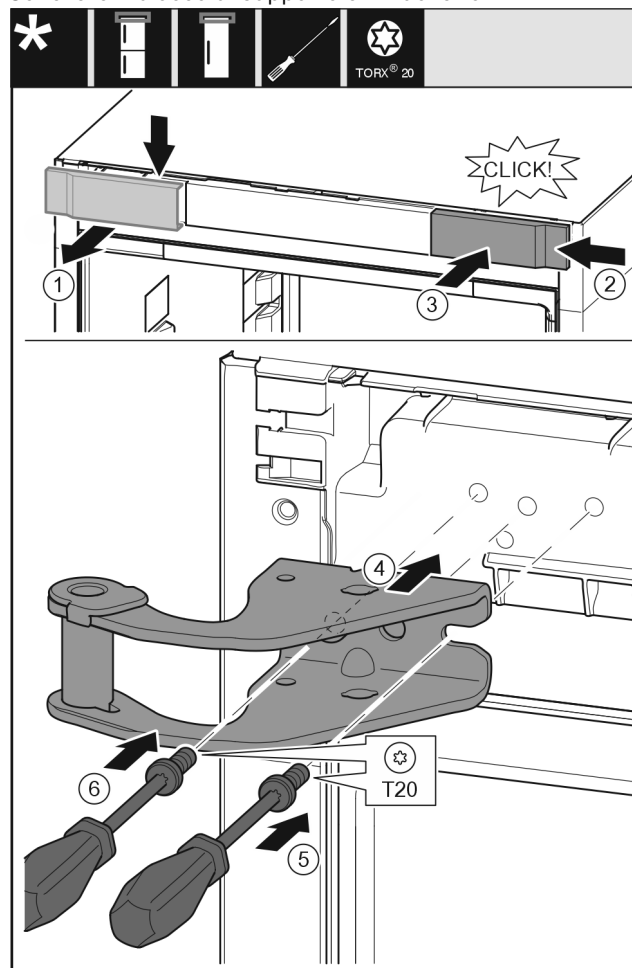

Fig. 9
- ▶ Rimuovere la copertura dall'alto in avanti. Fig. 9 (1)
- ▶ Ruotare la copertura di 180° e agganciarla sull'altro lato da destra. *Fig. 9 (2)*
- ▶ Innestare la copertura. *Fig. 9 (3)*
- ▶ Applicare il blocco di supporto superiore. *Fig. 9 (4)*
- ▶ Applicare la vite con il cacciavite T20 e serrare. *Fig. 9 (5)*
- ▶ Applicare la vite con il cacciavite T20 e serrare. *Fig. 9 (6)*